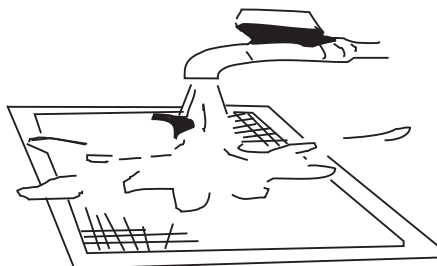

Рис. 77.
- При промывании фильтра в воде держите его загрязненной поверхностью вниз (рис. 77).